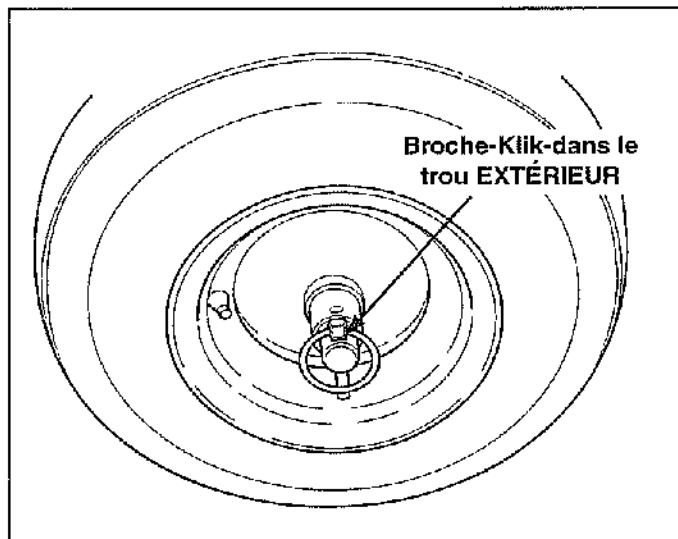

Figure 11. Blocage de l'entraînement de traction - Désengagé
Pour tourner facilement tout en poussant le chasse-neige, il est possible de désengager l'entraînement de traction sur l'une ou sur les deux roues à l'aide des broches de blocage de traction (Voir les Figures 11 & 12).
2. Pour **DÉSENGAGER** le blocage d'entraînement de traction, insérer la broche de blocage de traction dans le trou extérieur de l'essieu. (Voir Figure 11).